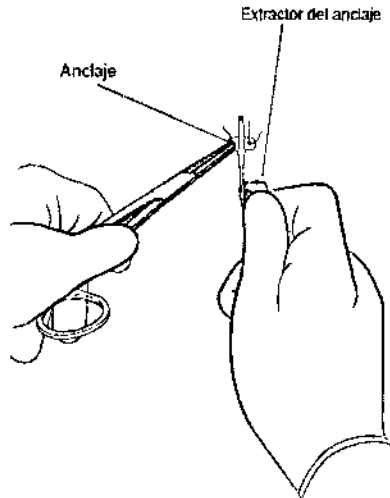

Figura 22. Sujeción del anclaje en posición.
4. Sujete la aleta del anclaje con unas pinzas con punta de goma (Figura 22). Si lo desea, para conseguir mayor contratensión puede pedir a un ayudante que sujete con la mano el catéter contra la piel del paciente fuera del lugar de incisión.